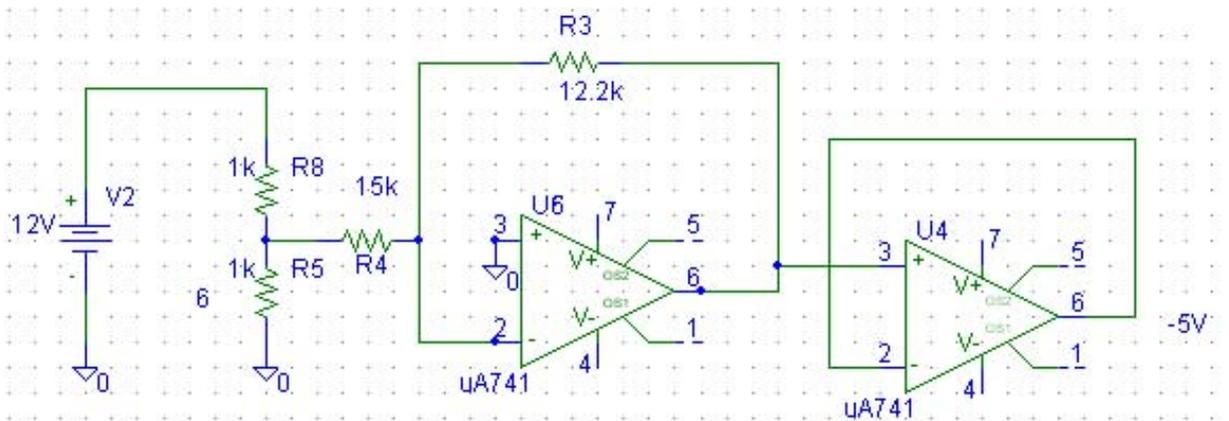

Figura 92: Amplificador de voltaje inversor con seguidor de voltaje a la salida.
2. Obtener un voltaje constante de  $-5V$  a partir de la fuente simétrica de alimentación. Se hace un divisor de voltaje con dos resistencias de  $1k\Omega$  en serie entre  $0V$  y  $12V$  para obtener  $6V$  en cada resistencia. Esos  $6V$  se toman de una de las resistencias y se aplican a un amplificador operacional configurado como amplificador de voltaje inversor con ganancia de  $0,813$ , de esta manera se obtiene la constante de  $-5V$ . El diagrama se muestra en la figura 92.